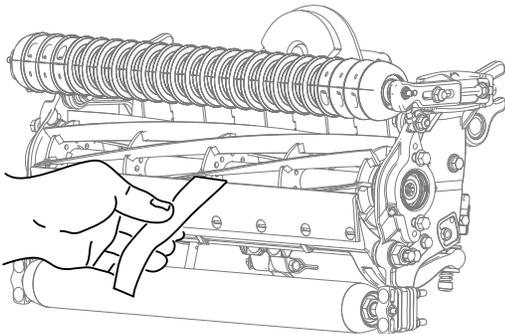

図 20
2. 切れ味確認用のペーパートロのパーツ番号 125-5610を一枚、リールと下刃との間に、下刃に対して直角になるように差し入れて、カッティングユニットの切れ味をテストする(図 20)。ゆっくりとリールを回転させるこれで紙が切れれば合格である。